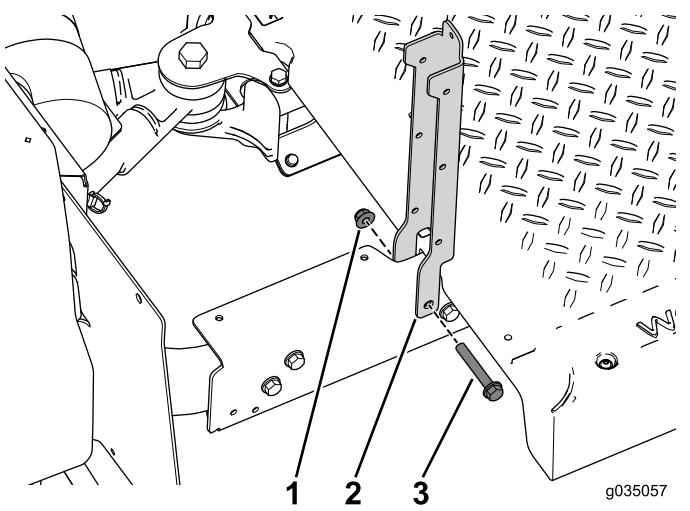

Figure 38
2. Fixez les supports de siège sur la section arrière de la machine à l'aide des 2 boulons (3/8" x 2 1/2") et écrous à embase (Figure 38).